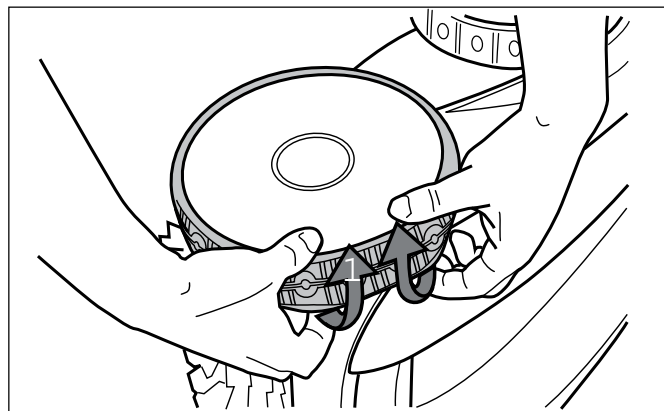

Figure 35. Démontier le pneu usé de la roue
1. Tirer sur l'intérieur du pneu usé pour dégager le pourtour du pneu de la roue (Figure 35).